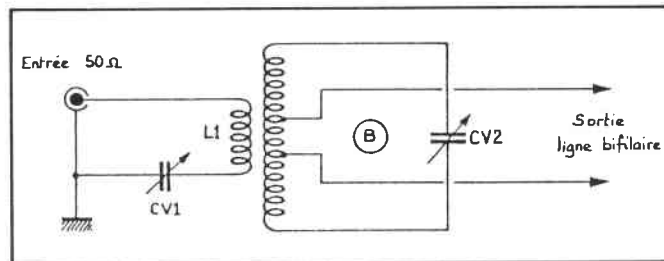

Figure 4.
3 - La zone (B) indiquant une basse impédance, on ne prend alors que 1/3 à 1/4 des spires, mais toujours bien au centre de la self du secondaire (figure 4).